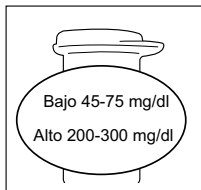

Figura 21
Después de siete (7) segundos, el resultado de la medición con la solución de control aparece en la pantalla. Compare el resultado de la medición con el rango impreso en el frasco de las tiras de prueba. Cada frasco de tiras de prueba sin codificación de Prodigy® puede tener un rango diferente para la solución de control. El resultado debe estar dentro del rango impreso en el frasco de las tiras de prueba. Consulte la figura 21.